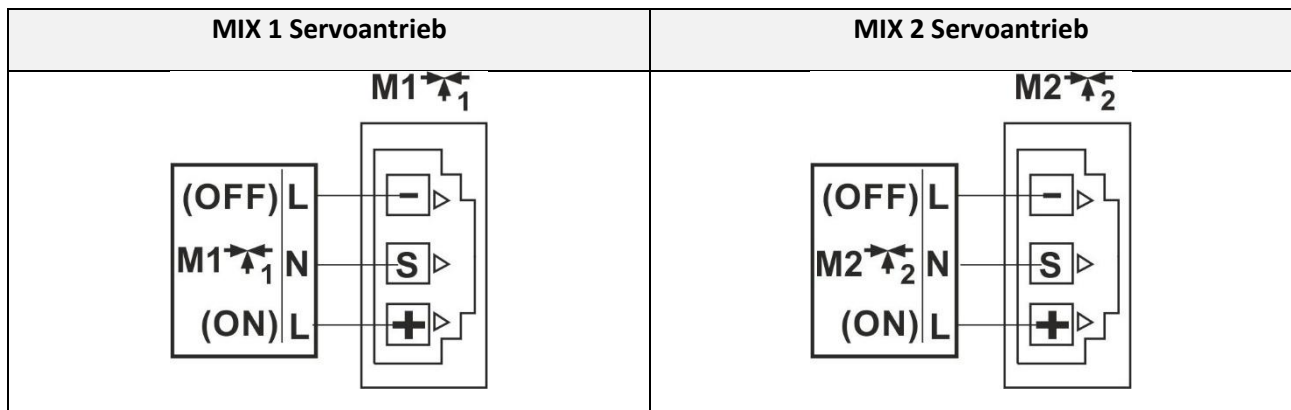

Abbildung 22: Verdrahtungsplan der MIX-Antriebe
- Verbinden Sie den MIX-Antrieb mit der Steuerung über den Stecker an der linken Wand des Schaltschranks mit der Steuerung (siehe Abbildung 22) gemäß der technischen Dokumentation des Antriebsherstellers. Achten Sie auf die richtige Bezeichnung der Adern zum Öffnen und Schließen des Ventils.